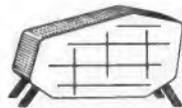
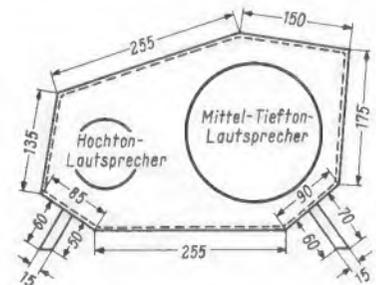

Bild 1. Die fertige Lautsprecherbox
Bild 2. Die Maße der Frontplatte und der Füße. Die Gehäusetiefe betrug beim Modell 140 mm, größere Tiefe ergibt noch bessere Baßwiedergabe
Bild 1 zeigt die äußere Form der Lautsprecherbox. Für die Frontplatte des Gehäuses werden 8 mm starkes Sperrholz und außerdem etwa 10 mm starker Papp-Preßstoff verwendet. Die Seitenwände bestehen aus 5 mm starkem Sperrholz. Zuschnitt und Zusammenbau erfolgen nach der Maßskizze in Bild 2.
3. Eine Schaltung nach Bild 2, wie sie von der Firma Heathkit benutzt wird. Die Wirkungsweise erklärt sich aus der Intensitätsstereophonie. Bekanntlich verwendet man dabei zwei Mikrofone, von denen das eine eine Nieren- und das andere eine Achtercharakteristik hat. Beide sind nahezu im gleichen Raumpunkt angeordnet, so daß die Phasenverschiebung zwischen den beiden Ausgangsspannungen Null oder 180° ist. Der Rechts- bzw. der Linkskanal werden durch Addition bzw. Subtraktion der beiden Mikrofonspannungen gebildet:
Bild 2. Prinzip der Heathkit-Schaltung. Durch Mittelanzapfungen und besondere Schaltungsart der Ausgangsübertrager kommt die Rechts- und Linksinformation wieder zustande